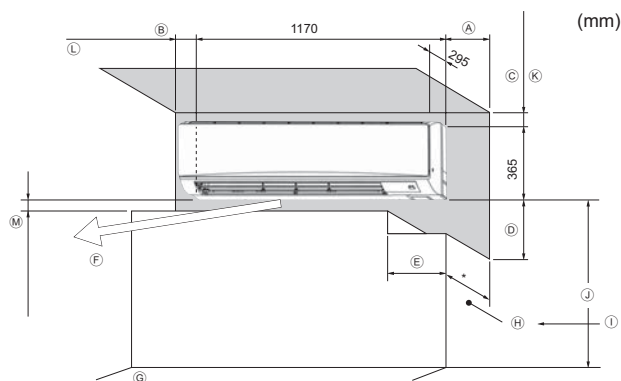

Рис. 2-1
2.1. Контурные габариты (Внутренний прибор) (Рис. 2-1)